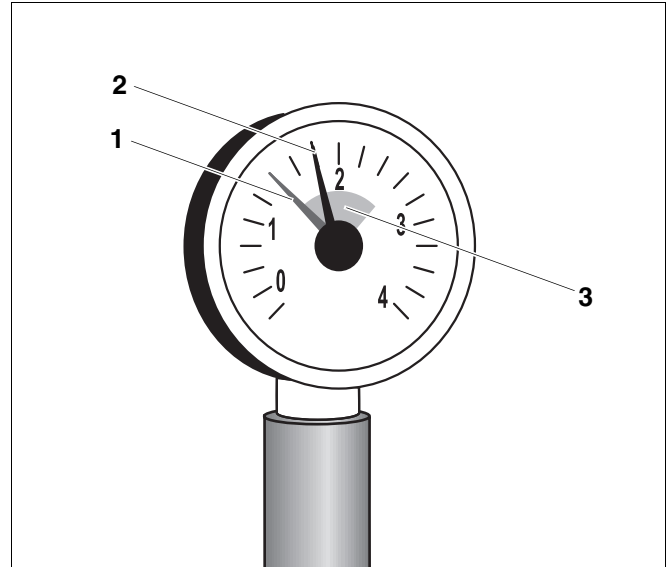

Рис. 7 Манометр для закрытых установок
В закрытых установках стрелка манометра (рис. 7, **поз. 2**) должна находиться в зеленой зоне (рис. 7, **поз. 3**).
Красная стрелка манометра (рис. 7, **поз. 1**) должна быть установлена на требуемое давление. Это давление устанавливает наладчик.
- Проверьте, находится ли стрелка манометра (рис. 7, **поз. 2**) в зеленой зоне (рис. 7, **поз. 3**).
Если стрелка (рис. 7, **поз. 2**) не доходит до зеленой зоны (рис. 7, **поз. 3**), то давление воды слишком низкое. Необходимо восполнить потерю котловой воды, долив подпиточную воду. Для заполнения отопительной установки используйте только необработанную водопроводную воду.
- Заполняйте установку подпиточной водой через кран для заполнения и слива до тех пор, пока стрелка манометра (рис. 7, **поз. 2**) не перейдет в зеленую зону (рис. 7, **поз. 3**).